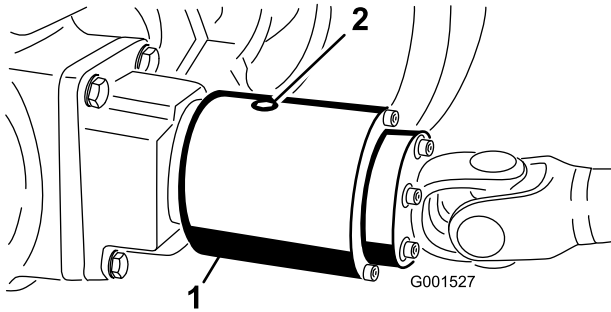

Figure 29
2. Tournez l'embrayage (Figure 29) pour placer le bouchon de contrôle à la position 4:00 heures.